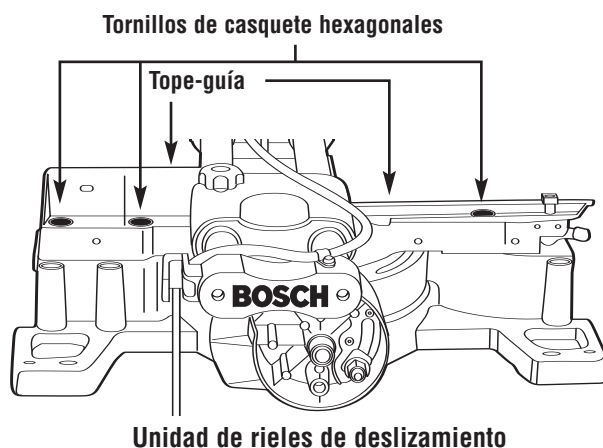

Figura 14. Ajuste del tope-guía (Vista trasera del área de la mesa/base)
2. Extienda el tope-guía deslizante. Use la llave de tuerca para la hoja (suministrada) y afloje los tres (3) pernos ubicados detrás del tope-guía (Figura 14).